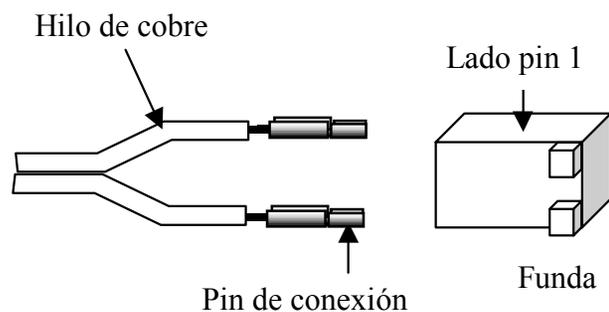

Figura 7-3
- Suelde dos pins de conexión a cada uno de los conductores en uno de los extremos del cable de 38 cm (15"). (Figura 7-3).